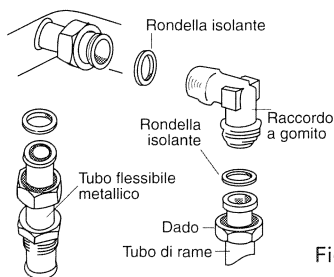

Fig. 14
- il collegamento rigido. Insieme al piano di cottura vengono forniti un tubo di rame, un dado e un giunto isolante (fig.14).
- il collegamento con un tubo flessibile metallico (fig. 14).